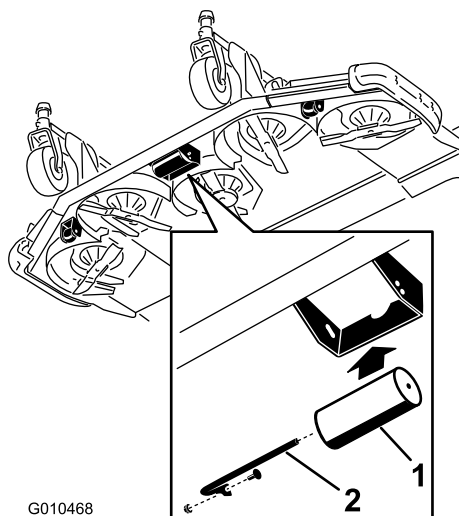

Figure 32
2. Sortez l'axe des trous inférieurs du support, placez le galet en face des trous supérieurs et montez l'axe (Figure 32).